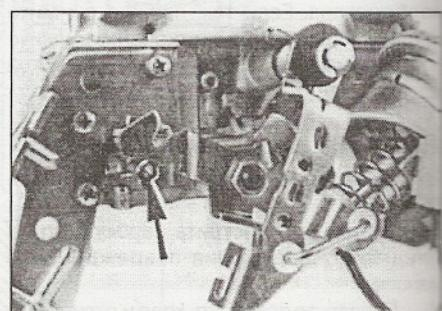

Рис. 4.5 Местоположение регулировочного винта "качества" смеси холостого хода (указан стрелкой)
2. Проверьте уровень CO. Снимите заглушку и отрегулируйте винтом качества, если необходимо. Заворачивание винта снижает уровень CO и наоборот (рис. 4.5).